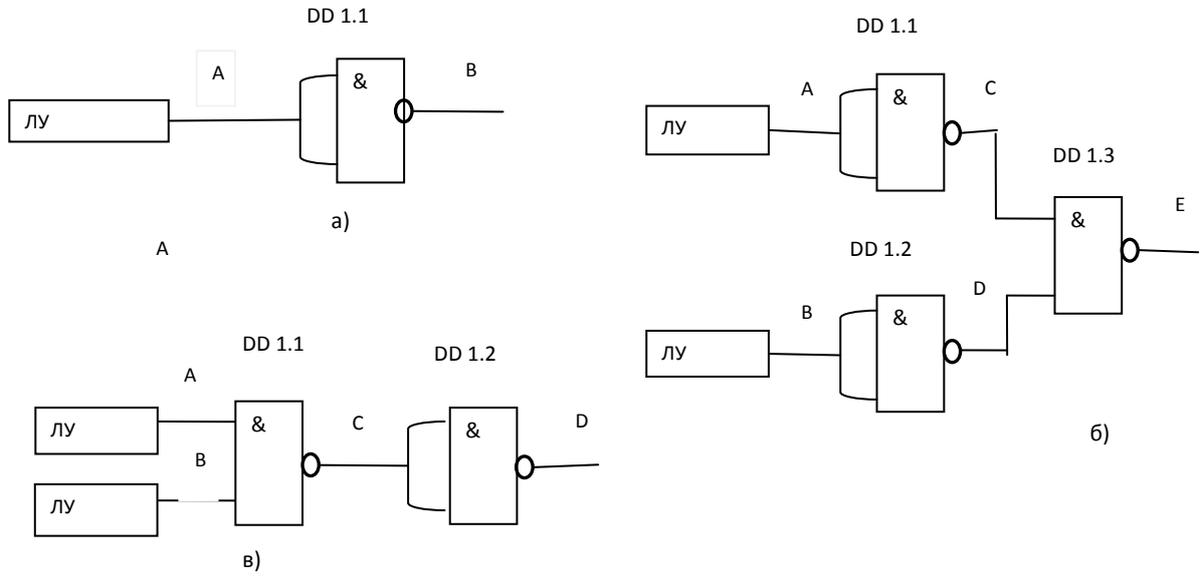
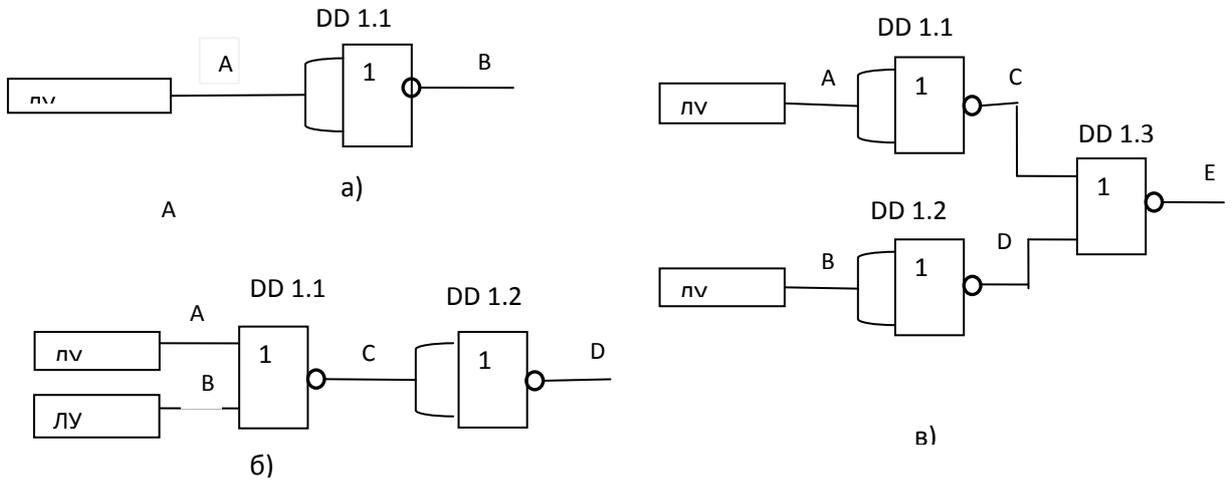

Рис. 2. Реализация функций НЕ, И и ИЛИ на логических элементах И-НЕ
Рис. 3. Реализация функций НЕ, И и ИЛИ на логических элементах ИЛИ-НЕ
2. **Реализовать функции НЕ, И и ИЛИ** на логических элементах И-НЕ, (Рис.2) и функции НЕ, ИЛИ и И на логических элементах ИЛИ-НЕ (Рис. 3.)